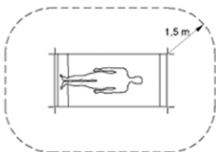

Bild 5
Montera Wall Charger CW1 (1) på ett sådant sätt att strömförsörjningen (4) är enkel att nå och koppla från. Lysdioden indikerar att strömförsörjningen (4) är driftklar. Kontaktindikatorn (2) lyser blått under en kort stund när stickkontakten ansluts till elnätet och Wall Charger CW1 (1) är driftklar. För att stänga av Wall Charger CW1 (1), koppla bara bort strömförsörjningen (4) från elnätet. Wall Charger CW1 (1) är avsedd för installation och användning i medicinska områden utanför patientens närområde (minst 1,5 meter från patienten eller i enlighet med standarden IEC 60601-1, se bild 5).